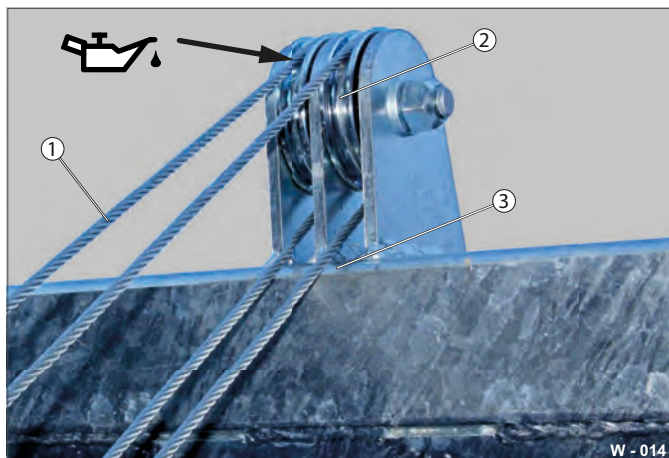

Abb. 14 Drahtseil / Umlenkrollen prüfen / ölen
- ▶ Säubern Sie regelmäßig die Umlenkrollen (Abb. 14/2).
- ▶ Sichten Sie das ausgefahrne Drahtseil (Abb. 14/1) auf mögliche Schäden hin.
- ▶ Prüfen Sie die Reibstellen (Abb. 14/3) auf Beschädigungen - abgeriebene Stellen ggf. mit Zinkspray nacharbeiten und fetten.